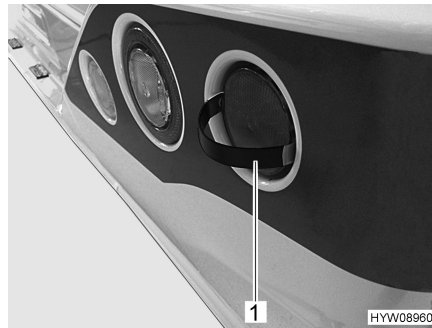

Fig. 105 Retirer le couvercle
- Introduire les languettes de verrouillage de l'outil fourni (Fig. 105,1) comme illustré à côté du couvercle.